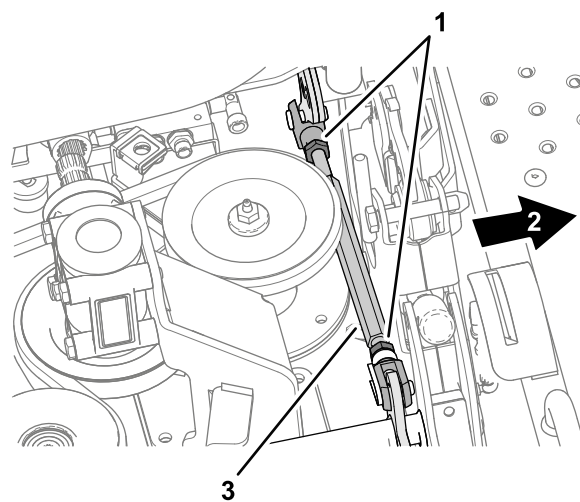
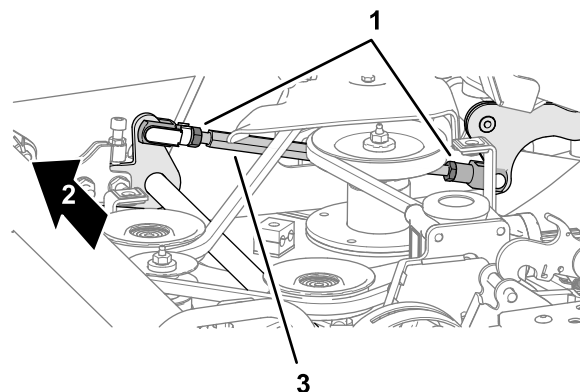

図 128
図 129
B. デッキの左右で、デッキ傾斜アジャスタ図 128と図 129のジャムナットをゆるめる。